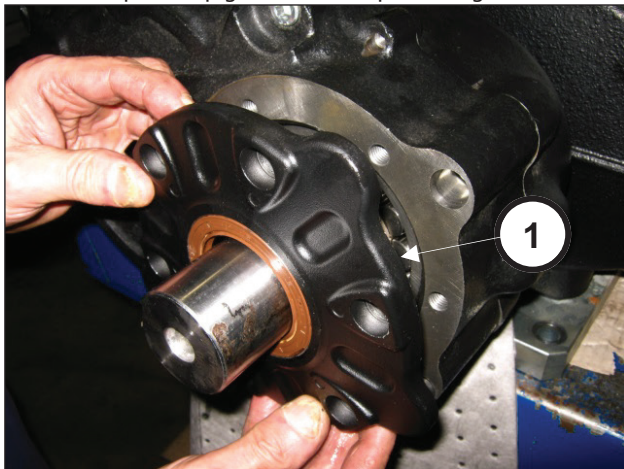

Fig. 86
Inserire il coperchio pignone in sede (pos. ①, Fig. 86).